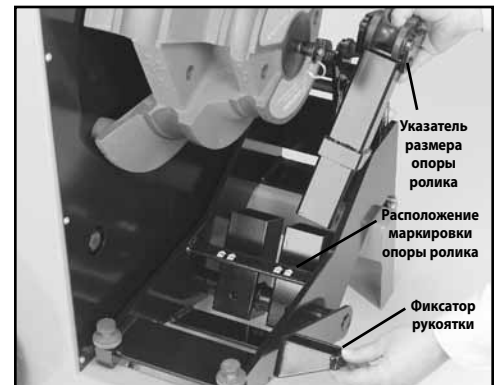

Рис. 3
2. Выберите подходящую опору ролика; размер указан на опоре ролика. Для установки поднимите и удерживайте фиксатор рукоятки. Введите опору ролика в соответствующее отверстие моста таким образом, чтобы сторона с указателем размера была обращена к вам. Опора ролика должна опираться на концевой ролик. (См. рис. 3.)